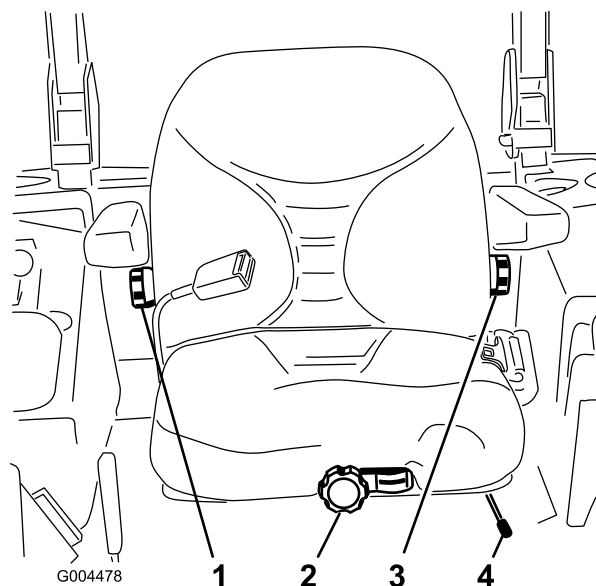

Figure 15
1. Poussez le levier de réglage sur le côté pour débloquer et régler le siège (Figure 15).
Sans vous asseoir sur le siège, tournez le bouton avant dans un sens ou dans l'autre pour obtenir la position la plus confortable (Figure 15).
Pour ce faire, tournez le bouton situé sous l'accoudoir droit dans un sens ou dans l'autre pour obtenir la position la plus confortable (Figure 15).
Pour le régler, tournez le bouton situé sous l'accoudoir gauche dans un sens ou dans l'autre pour obtenir la position la plus confortable (Figure 15).